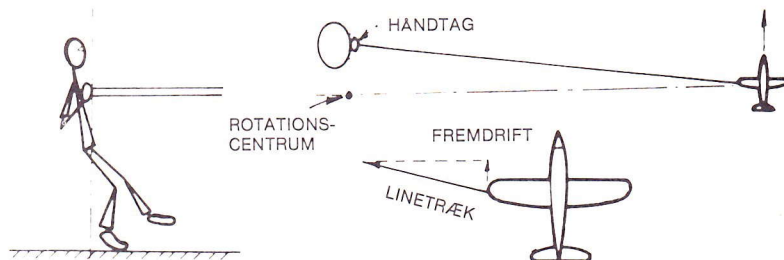
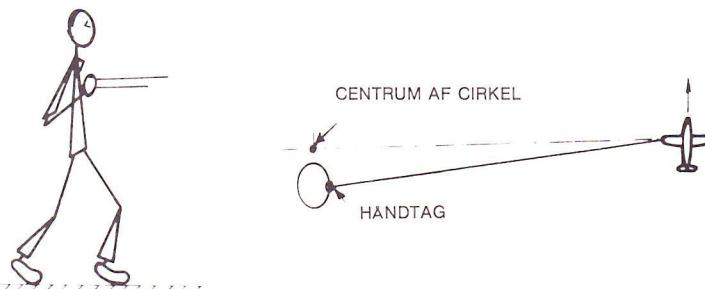

Fig. 3 Omtrent uændret flyveradius — piloten trækker modellen.
Fig. 4 Næsten uændret flyveradius — piloten »hænger« i modellen.
Det er vist i fig. 3, som er den naturlige position, de fleste begyndere indtager uden instruktion. Piloten spadserer rundt i en cirkel med linerne vinkelret fra hans skulderlinie. I fig. 4 spadserer piloten bag-
læns efter en overhaling eller som nogle stuntfolk gør mellem manøvrerne for at forhøje indgangsfarten i manøvrerne. Ved at regne på f.eks. en verdensklasseracer er hastighedstabt 8 km/t i fig. 3 og i fig. 4 er der vundet 10 km/t. Grunden til, at gevinsten er større end tabet, er ekkovirkningen fra trækket — modellens hastighed stiger, hvilket forøger linetrækket, som igen forøger effekten af trækket.
*Lille forandring i flyveradius, piloten trækker (fig. 3)*
*Lille forandring i flyveradius, piloten hænger (fig. 4)*